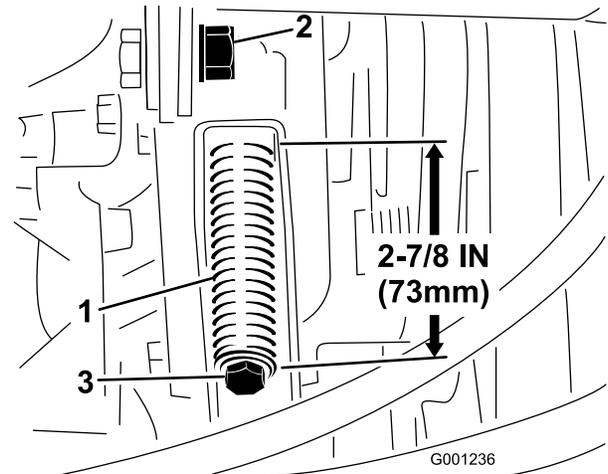

Bild 64
3. Lösen Sie die Klemmmutter der Spannstange (Bild 64).
4. Ziehen Sie die Riemenspannungsfeder mit einem 0,5 Zoll Schraubenschlüssel an oder lösen Sie sie (Bild 64). Stellen Sie die Feder auf eine Länge von 73 mm ein.
4. Lösen Sie die Riemenspannungsfeder mit einem 0,5 Zoll Schraubenschlüssel (Bild 64).
6. Setzen Sie den neuen ZWA-Riemen auf und ziehen Sie die Spannscheibenfeder auf 73 mm an (Bild 64).
7. Ziehen Sie die Klemmmutter fest (Bild 64) und schließen Sie die Motorhaube.